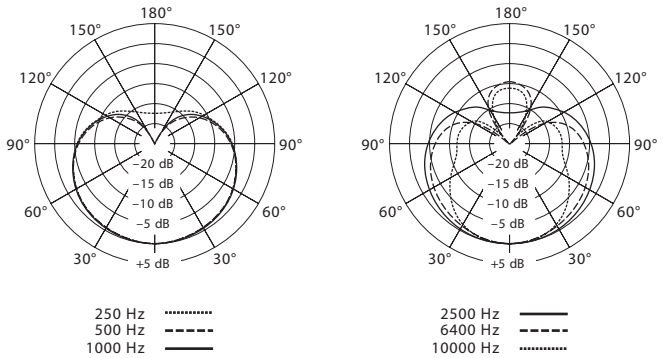

FIGURE 5. COURBES DE DIRECTIVITÉ TYPQUES
**Cardioïde.** Capte les sons émis directement devant le microphone et est le moins sensible aux sons émis derrière. La configuration cardioïde est la courbe de directivité la plus fréquemment utilisée pour les enregistrements en studio et en direct. Voir figure 5.
Courbe de directivité directionnelle	Cardioïde (voir figure 5)